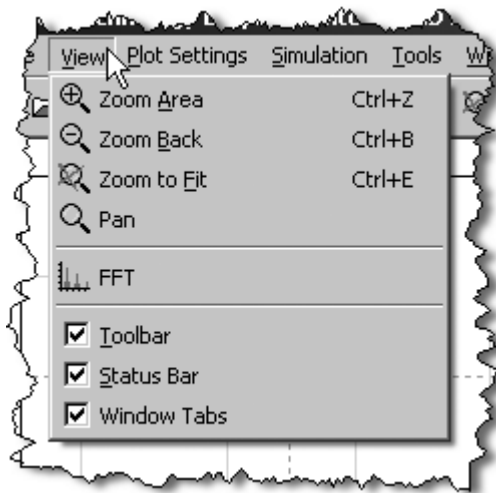

Рис. 6.3. Меню View
- **View** (Просмотр) — управление режимом просмотра изображения в окне плоттера (рис. 6.3):